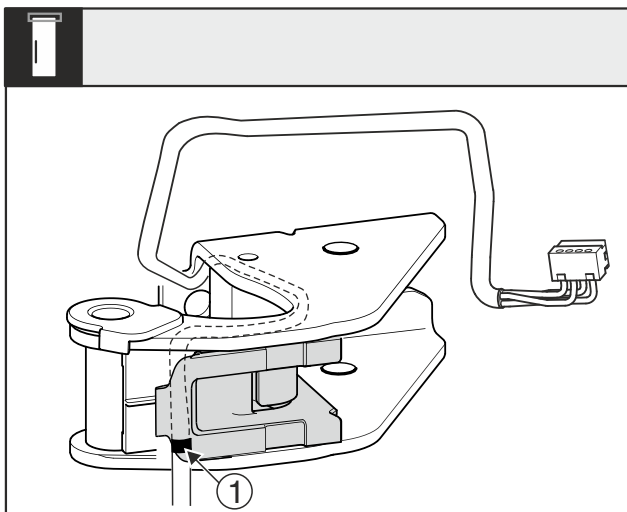

Fig. 17
- Middelste markering Fig. 17 (1) moet hierbij tegen de kant van de kabelhouder liggen.